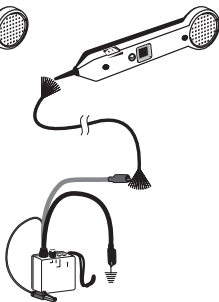

Figura 2b.
- b. Conductor único/Rastreo de cables: Conecte el cable ROJO al conductor bajo prueba y el cable NEGRO a tierra o una tierra independiente. Vea la Figura 2b.